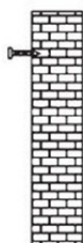

Fig. 2
4. Insérez les tubes extensibles dans les trous et serrez fermement avec les vis appropriées (voir Figure 2). NOTE : Serrez les vis fermement mais pas complètement dans le tuyau d'expansion ; la longueur des parties nues doit être de 10 mm.